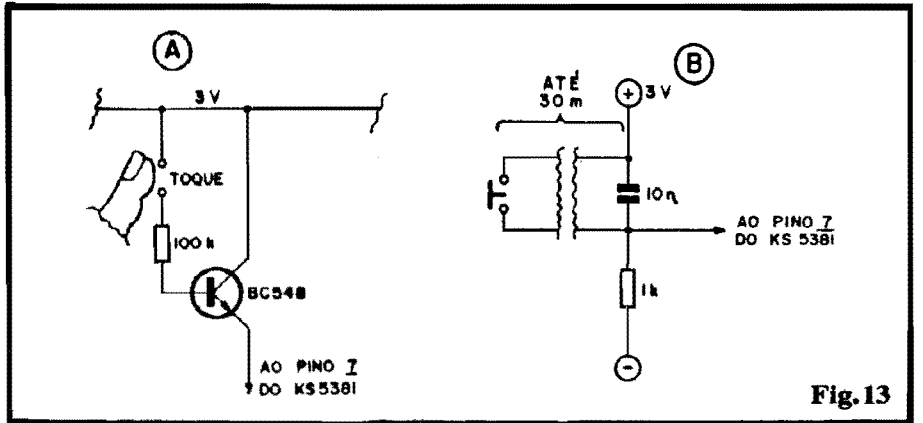
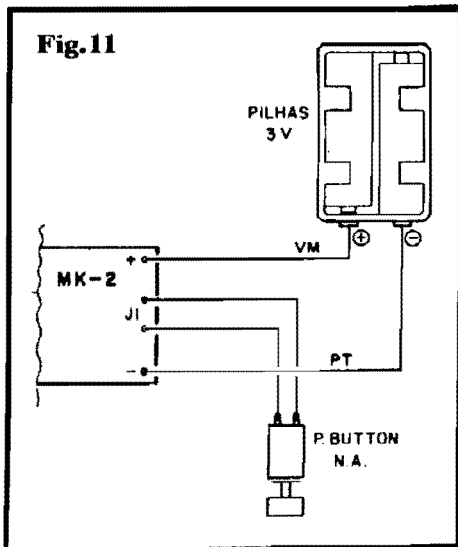

Fig.13
Fig.11
- FIG. 11 - UMA MÚSICA DE CADA VEZ (MK2) - Conforme foi mencionado no início das explicações sobre o MK2, se os pontos "J1", em vez de serem simplesmente "jumpeados", forem interligados por um interruptor de pressão (push-button) tipo N.A., com o dito controle liberado, o circuito permanecerá "mudo" (mesmo que a linha do positivo da alimentação esteja ligada de forma direta, conforme indica o diagrama... Uma breve pressão sobre o dito push-button disparará a primeira melodia, que será executada até o fim (não é preciso ficar "apertando" o interruptor...). Encerrada a primeira música, novamente o circuito "emudece", ficando no aguardo de novo comando... Pressionado o push-button pela segunda vez, tem início, automaticamente, a segunda melodia do repertório, que também vai até o fim, mesmo que o toque sobre o interruptor tenha sido muito breve... Por aí vai a sequência de comandos, com o repertório se reciclando automaticamente, da 7ª para a 1ª melodia...
tor de pressão (fig. 11) sejam substituídos, a critério do montador, por micro-switches prontas ou improvisadas, com o que o Leitor poderá "inventar" interessantes possibilidades de controle automático, de modo que a(s) melodia(s) soem ao abrir-se uma caixa ou ao abrir-se um livro, etc. Pequenos "truques" mecânicos, com o auxílio de lâminas metálicas flexíveis, ampolas REED/imãs, etc., permitirão um grande número de possibilidades... Pensem a respeito!
- FIG. 13 - DUAS POSSIBILIDADES OPCIONAIS DE CONTROLE PARA O MK2 - A configuração de "uma música de cada vez", para o MK2 (disposição básica na fig. 11) pode receber uma sofisticação representada pelo acionamento por toque (sem interruptor mecânico), simplesmente anexando o módulo descrito em 13-A (um BC548 e um resistor de 100K). O conjunto promove a "positivação" do pino 7 do KS5381 toda vez que os contatos são tocados pelo dedo do operador... Observar que - por uma questão de polarização e de compensação à natural "queda de voltagem" no próprio transistor, convém manter a Tensão geral de alimentação em 3V, nessa opção. Outra possibilidade: em algumas aplicações (eventualmente as que recebam amplificação de Potência na saída, conforme sugeriremos adiante...) pode ser conveniente o disparo remoto (distante) da melodia... Se for simplesmente "puxado" um par de fios finos e um interruptor distante, o limite situa-se em torno de 1 ou 2 metros, pois comprimentos maiores poderão induzir interferências, zumbidos sobrepostos às melodias, etc. (além de eventuais disparos "falsos", ocasionados por transientes eletro-magnéticos captados pela longa fiação...). Um jeito